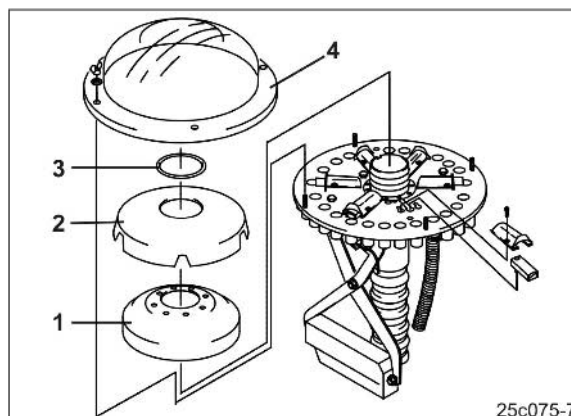

Fig. 120
1. Verteileraußenhaube (Fig. 120/1) demontieren.
2. Ring (Fig. 120/2) demontieren.
3. Verteiler-Innenhaube (Fig. 120/3) demontieren.
4. Schaumstoffeinsatz (Fig. 120/4) demontieren.